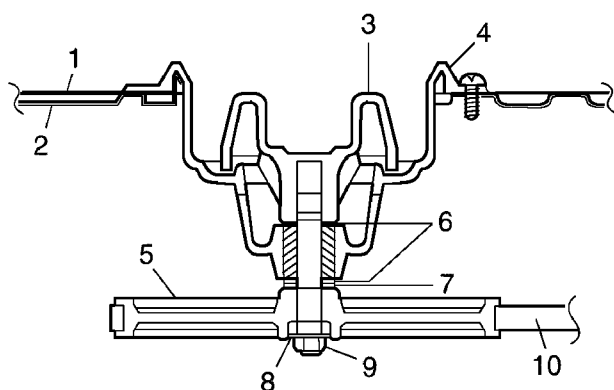

Рис. 16
2.10. Ремень, шкив и нижний соединитель (Рис. 16)